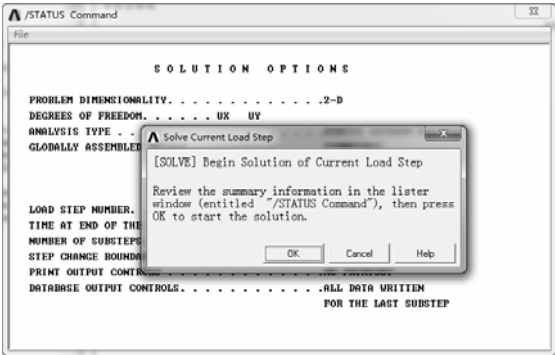

图 7-26 求解信息窗口
- 1) 选择 “Main Menu>Solution>Solve>Current LS” 命令，弹出图 7-26 所示的求解信息窗口，其中 “/STATUS Command” 窗口显示所要计算模型的求解信息和载荷步信息。